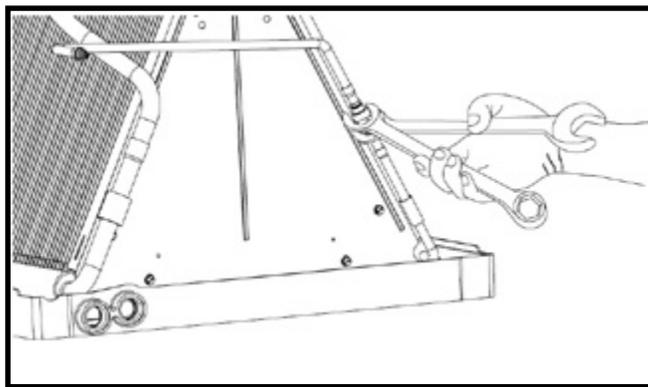

Figure 6. Desserrage de l'écrou et du boîtier du distributeur
5. À l'aide de deux clés, desserrez l'écrou et le boîtier du distributeur tel que montré dans la Figure 6. Tournez l'écrou de l'assemblage dans le contraire aux aiguilles d'une montre jusqu'à ce que les deux moitiés de l'orifice se séparent.